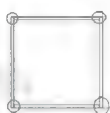

图 7-103
**步骤4:** 使用修剪工具 $\square$ , 对直线进行修剪操作, 如图7-103所示。